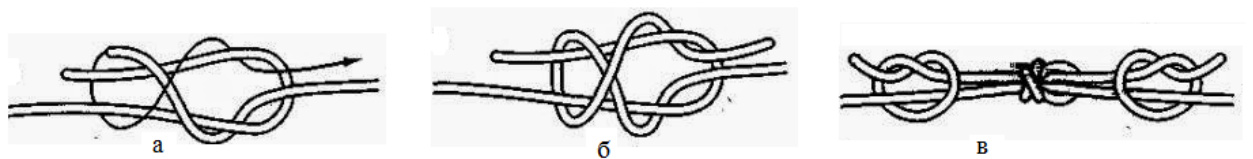

Рис. 17. Академічний вузол: а – схема в'язання, б – не затягнутий вузол, в – вузол з контрольними вузлами
**Завдання 17.** Навчитися в'язати вузли для зв'язування мотузок різного діаметру: Академічний (рис.17).